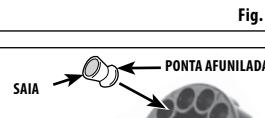

Fig. 6
- 4. Coloque um chumbinho calibre .177; primeiro a ponta afunilada, em cada câmara de chumbinho do pente. (Fig. 6) Para evitar chumbinhos presos ou deformados, a saia de cada chumbinho precisa ficar nivelada ou ligeiramente abaixo da superfície da câmara do chumbinho.